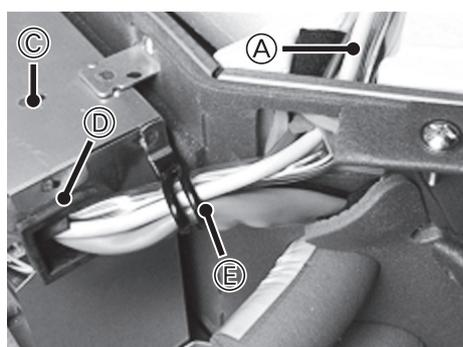

Fig. 4-3
- (3) Faites passer le câble de jonction sans fil dans la MANCHON du boîtier électrique puis raccordez le câble à CN90 sur la carte contrôleur interne. (Fig. 4-3)
- (4) Fixez les câbles et les fils à l'aide de l'attache.